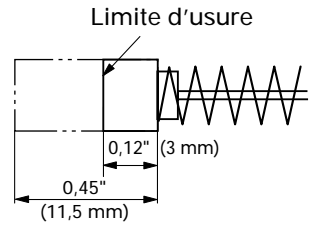

Fig. 31
4. Contrôle des balais en carbone (Fig. 31)